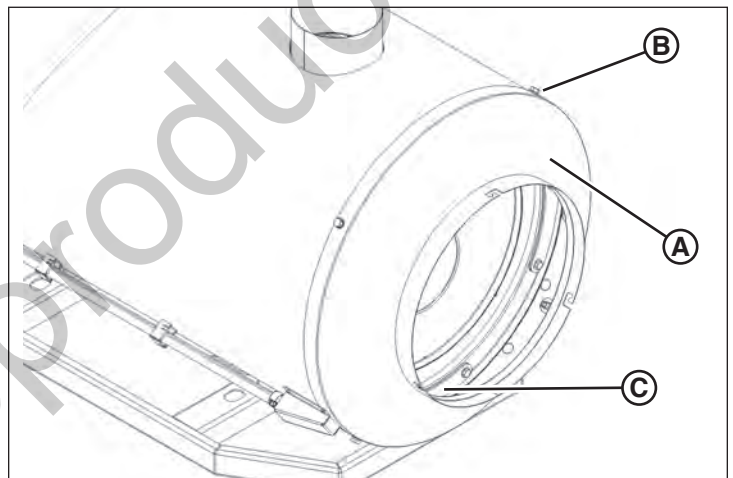

Figura 48
1. Retire el cono de la salida de aire (A, Figura 48). Para ello retire los tornillos (B) que lo fijan al calentador.
3. Coloque la placa curvada (C, Figura 48) en la parte inferior de la cámara de combustión. Quite los tornillos que fijan la placa y saque esta última y la empaquetadura.